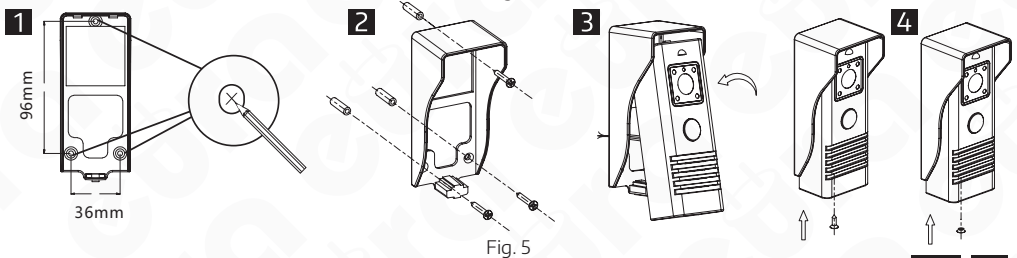

Fig. 5
2. Utilice las 3 aberturas del fondo de la cubierta de protección para marcar los lugares de instalación de los tacos de montaje en la pared (fig. 5, ud. 1).
3. Perfore las 3 aberturas de montaje de $\varnothing 5\text{mm}$ en los lugares marcados, luego introduzca 3 tacos de montaje en las mismas (fig. 5, ud. 2).
4. Utilice 3 pernos de montaje para instalar la cubierta de protección en la pared (fig. 5, ud. 2).
5. Conecte los 4 hilos del cable de la pantalla a la carcasa, coloque la carcasa en la cubierta de protección previamente instalada en la pared (fig. 5, ud. 3).
6. Enrosque el tornillo de fijación inferior (fig. 5, ud. 4).